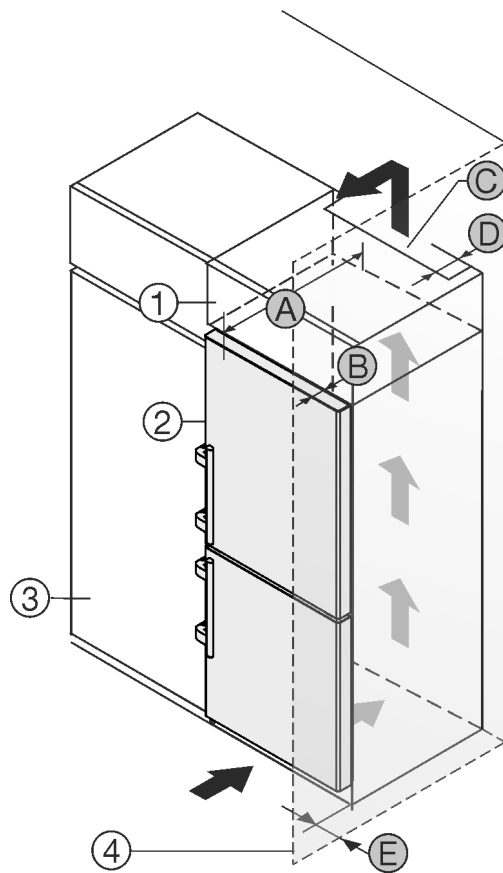

Fig. 2
- (1) Armario superior*
- (2) Electrodoméstico*
- (3) Armario de cocina*
- (4) Pared*
- (A) Profundidad del electrodoméstico*
- (B) Profundidad de la puerta*
- (C) Sección transversal de ventilación*
- (D) Distancia con respecto a la parte trasera del electrodoméstico*
- (E) Distancia con respecto al lateral del electrodoméstico*
Puede colocar el electrodoméstico directamente al lado del armario de cocina Fig. 2 (3).*
En la parte trasera del armario superior debe haber una cámara de salida de aire con una profundidad Fig. 2 (D) que abarque toda la anchura del armario.*
Bajo el techo de la estancia debe mantenerse la sección transversal de ventilación Fig. 2 (C).*
Si el electrodoméstico se instala con las bisagras junto a una pared Fig. 2 (4), la distancia entre el electrodoméstico y la pared debe ser de como mínimo 57 mm. Esto equivale al saliente del tirador con la puerta abierta.*
Para poder abrir totalmente la puerta, el electrodoméstico debe sobresalir la profundidad de la puerta Fig. 2 (B) respecto del frente del armario de cocina. El electrodoméstico puede sobresalir más en función de la profundidad de los armarios de cocina Fig. 2 (3) y del uso de distanciadores de pared.*